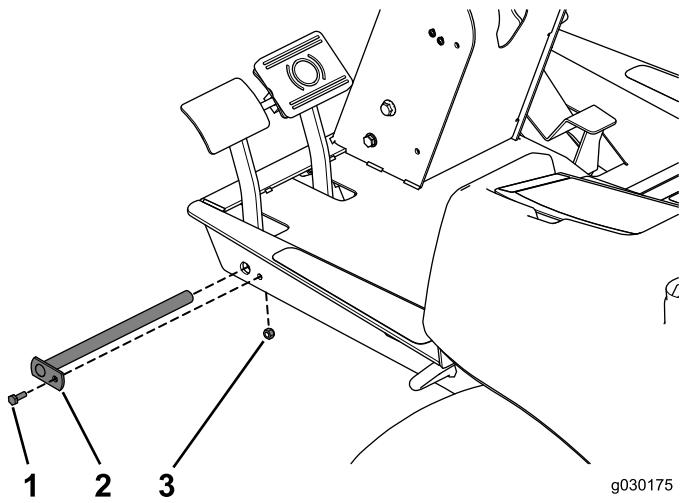

Figure 21
2. Fixez la goupille à l'aide du boulon ($\frac{1}{4} \times \frac{3}{4}$ po) et du contre-écrou (Figure 21).